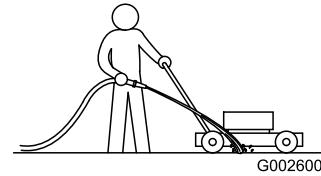

Figura 16
3. Con el motor en marcha y la cuchilla engranada, dirija un chorro de agua por delante de la rueda trasera **derecha** (Figura 16).